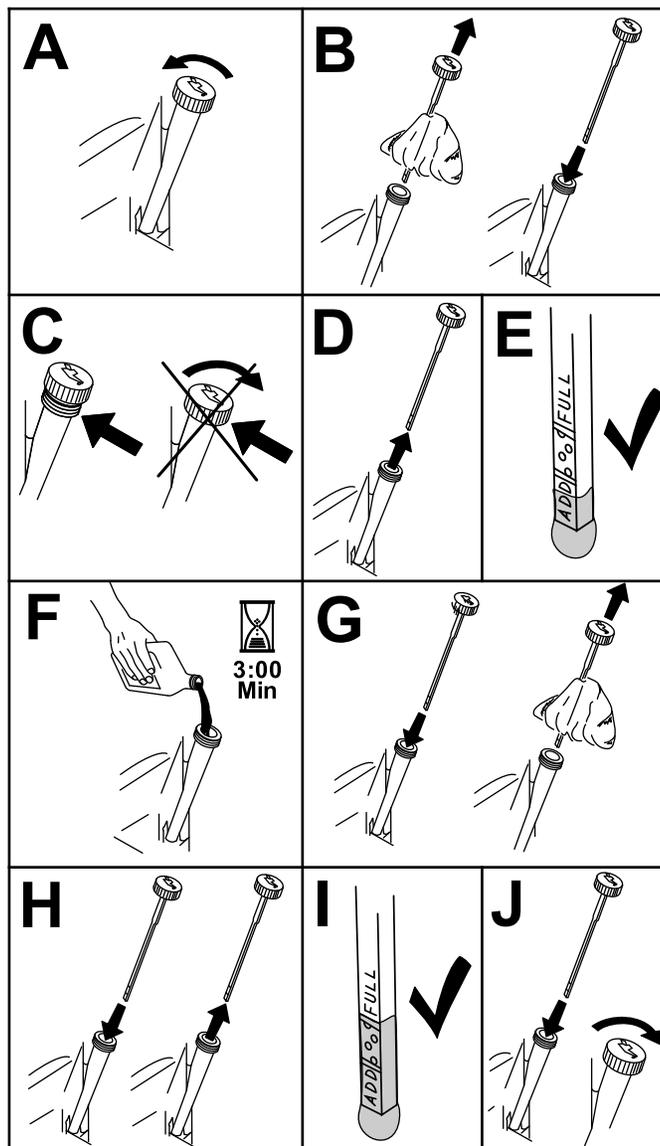

Figura 51
3. Verifique o nível de óleo do motor, conforme se mostra na (Figura 51).